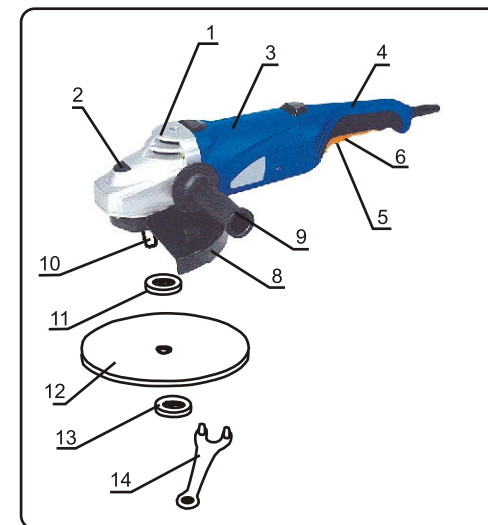

рис. 2
7.4 В случае затруднения демонтажа рабочего круга, во избежание поломки стопора 1 (рис. 2), используйте гаечный ключ для удержания вала инструмента.
Общий вид шлифмашины моделей МШУ-230/2500; МШУ-180/1800; МШУ-125/800; МШУ-150/1200 представлен на рис. 2.